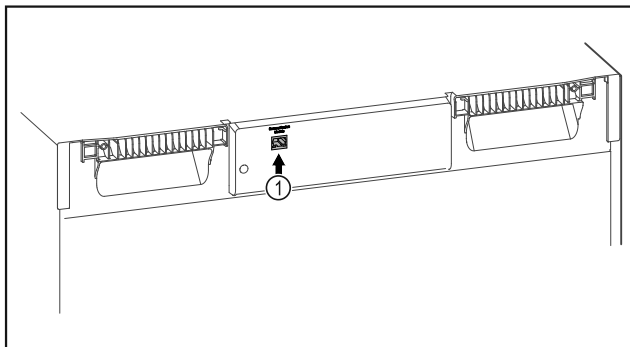

Fig. 113
- El SmartModule Fig. 113 (1) está colocado.